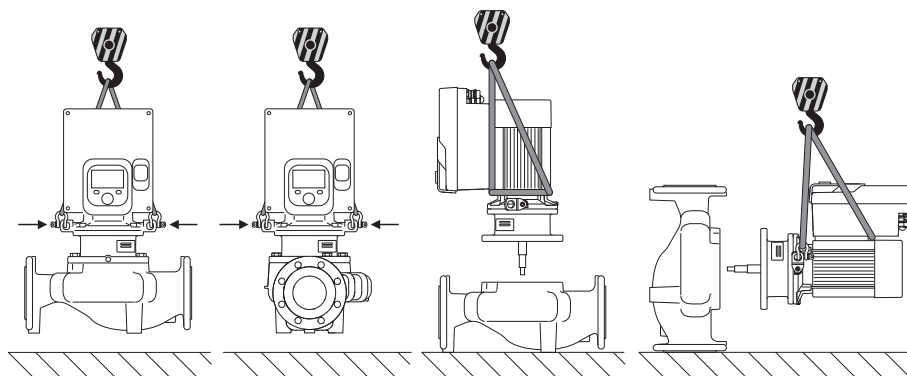

Fig. 6: Celšanas virziens, atsevišķs sūknis
Sūkņa transportēšana jāveic ar atļautām kravas pārvietošanas pierīcēm (polispastu, celtni utt.). Kravas pārvietošanas pierīces jānostiprina pie motora atloka esošajām transportēšanas cilpām. Ja nepieciešams, spiediet pacelšanas cilpas zem adaptera plates (Fig. 6/7). Nodrošiniet sūkni pret apgāšanos.
2. Ievietojamo moduli (Fig. 4) drošības dēļ ar piemērotiem kravas pacelšanas līdzekļiem nostiprināt pie transportēšanas cilpām. Lai vienība neapgāztos, aplieciet siksnu ap motoru un elektronikas moduļa adapteri atbilstoši Fig. 6. Nostiprinot nepieļaujiet elektronikas moduļa bojāšanu.